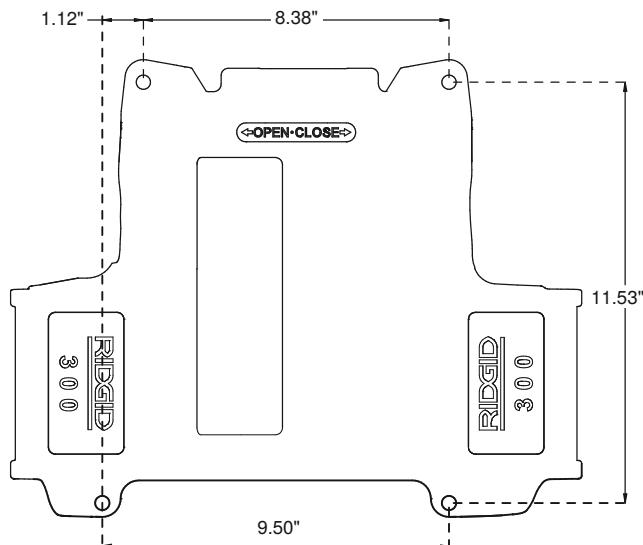

Rysunek 5 – Regulacja wspornika tacy
- Poluzować śrubę ustalającą na tylnym wsporniku tacy (patrz Rysunek 5).